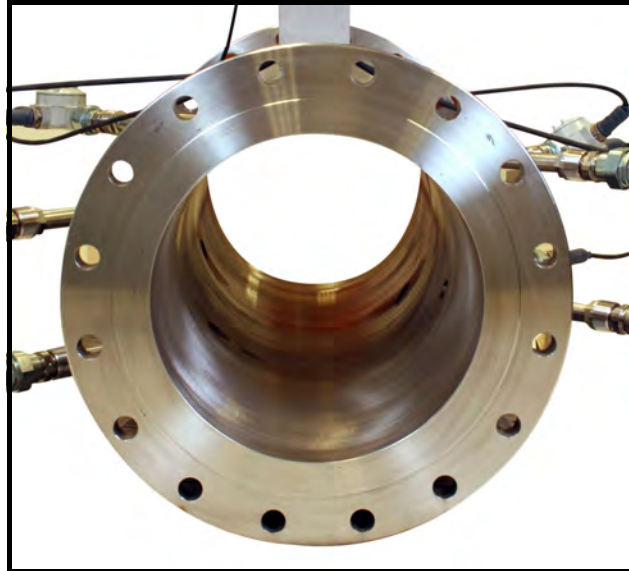

Figure 10: Vue d'extrémité du Sentinel - Bride de fixation
3. Alignez les trous de montage des brides (voir la Figure 10 ci-dessous).